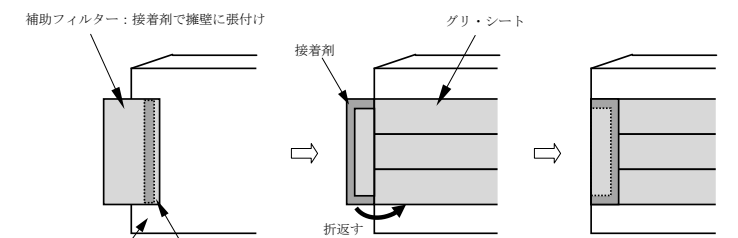

図 II-5 「グリ・シート」の両端部の処理
- (1) CMファスナー紙の接着強度を確認した後、「グリ・シート」を墨出しに従い取付ける。(夏場3時間、冬場16時間程度経過後を目安とする。)
- (2) 補助フィルターを左右両端部のCMファスナーに取付ける。(図 II-5)
- (3) 「グリ・シート」の取付けは、擁壁側のフィルター耳が上を向くようにしてCMファスナー紙に差し込み、スプリングワッシャーで押さえ込んだ後、ピン先を折り曲げて固定する。この時、上段「グリ・シート」のフィルター耳を差し込んでからスプリングワッシャーで止める。
- (4) 芯材を直接突合わせて下段から順々に上段に向かって「グリ・シート」を取付けていく。
「グリ・シート」の両端部から土が入り込まないように補助フィルターで覆い、接着剤で止める。接着剤の塗布量は5mm幅(10ml/m)で塗布する。又は「グリ・シート」をあらかじめ20cm程度長く張付けておき、長い部分の芯材を切り取り、余ったフィルターを折り曲げ処理する。(図 II-5)